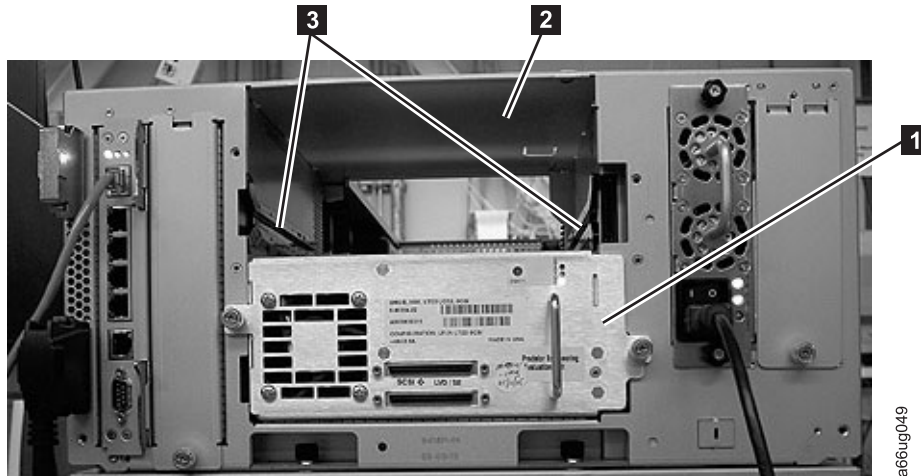

Figura 11-4. Módulo de controle com uma unidade SCSI instalada e um slot de unidade aberto com a tampa de cobertura removida
A Figura 11-4 na página 11-7 mostra um módulo de controle com uma gaveta de unidade SCSI instalada (**1**) e o slot de unidade vazio exposto (**2**), depois que a placa de cobertura for removida.
- a. Insira a nova gaveta de unidade no slot de unidade vazio. Utilize os trilhos guia na gaveta de unidade e no slot de unidade (**3** na Figura 11-4) e deslize lentamente a gaveta de unidade para dentro do slot. A gaveta de unidade deve estar nivelada para deslizar suavemente.
1. Alinha a gaveta de unidade com os trilhos guia e os slots guia junto às trilhas (**3** na Figura 11-4 na página 11-7) e deslize lentamente a unidade para dentro do módulo da biblioteca, enquanto a apoia pelo lado de baixo.